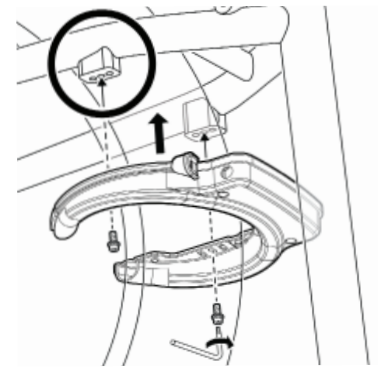

Figure 6 : Installez les boulons avec des rondelles captives ; position de montage du cadre 1
b. Si votre cadre de vélo a trois trous filetés sur le cadre de montage, utilisez le trou fileté du milieu sur le cadre montage (voir le cercle sur la figure 6).
c. Veillez à insérer le boulon dans le support de verrou approprié à votre vélo et à le visser de quelques tours dans le support du cadre (Figure 6 et Figure 7). Ne serrez pas encore complètement le premier boulon, sinon le deuxième boulon sera très difficile à installer. Répétez l'opération pour le deuxième boulon.